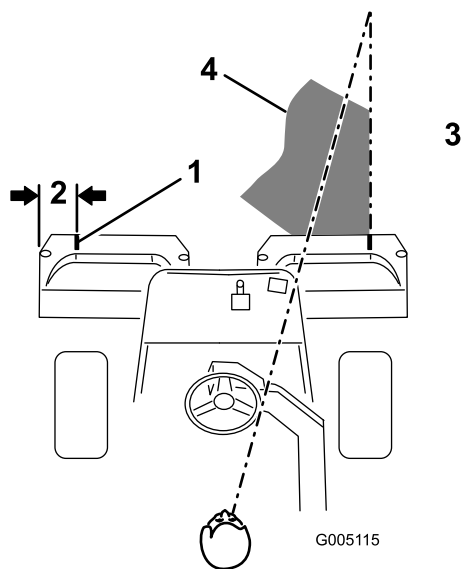

Figura 9
2. Coloque uma fita branca ou pinte um tira em cada um dos cestos, paralelamente à extremidade exterior de cada cesto (**Figura 9**).